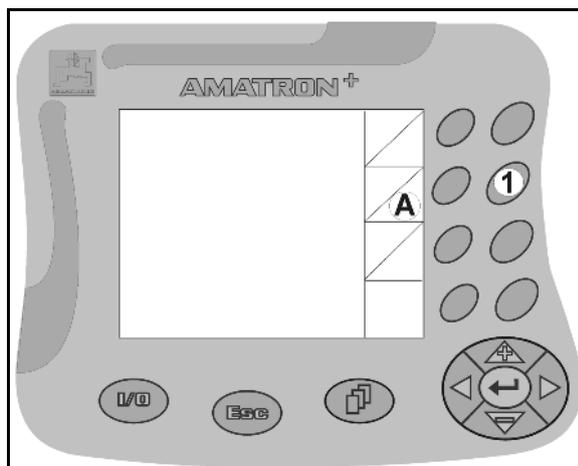

図 3
例：(図3/6)
- 図3
この機能を実行するには、オペレーターはファンクション欄 A に割り当てられているキー（図 3/1）を押します。